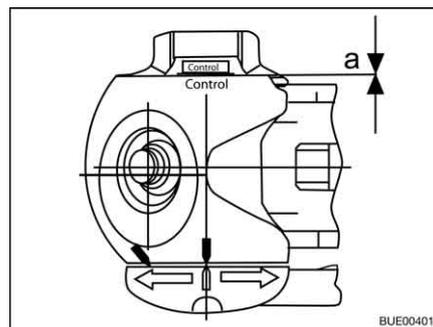

Fig. 224 Control de desgaste
- Distancia $a = 0$ (Fig. 224): Controlar los forros de fricción y cambiarlos si es necesario.